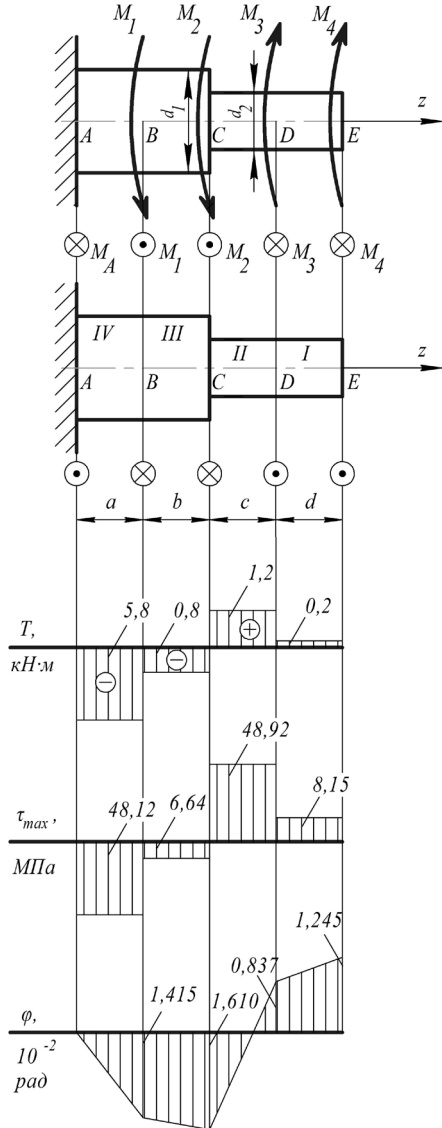

Рисунок 4.3
1. Строим эпюру крутящих моментов (рисунок 4.3)
3. Строим эпюру действительных касательных напряжений (рисунок 4.3)
4. Строим эпюру углов закручивания φ (рисунок 4.3)